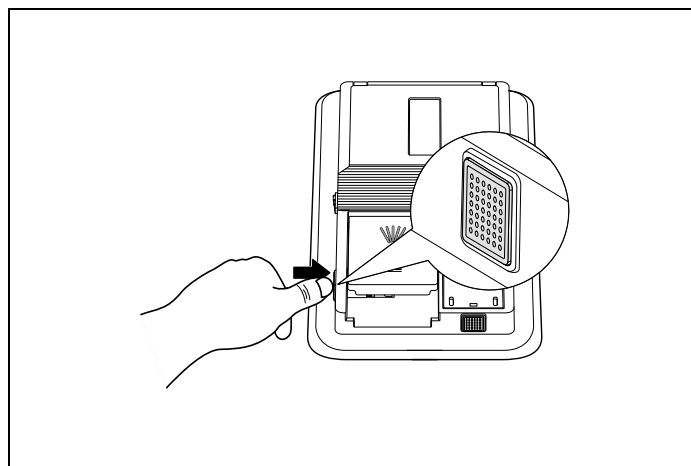

Fig. 61
- 1) Appuyez sur le bouton sur le côté gauche pour ouvrir le réservoir de détergent comme indiqué sur l'image (Fig. 61).